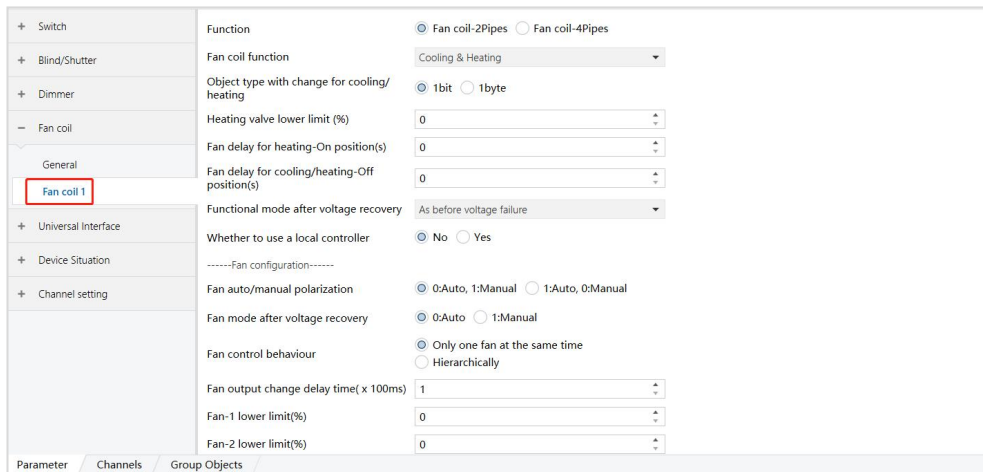

图 6.4.2
2) 选择 “Enabled” 启用后，右侧会出现关于风机盘管的功能配置，以 Fan coil 1 为例，其余同理，如图 6.4.2 所示。